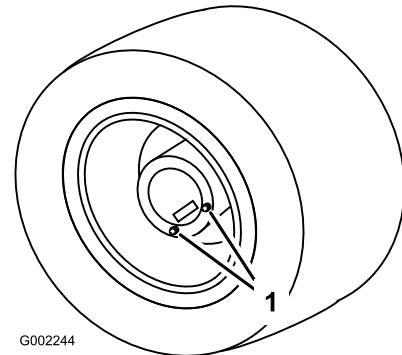

Bild 81
1. Stellen Sie das Sprühfahrzeug auf eine ebene Fläche; die Hinterräder sollten so positioniert sein, wie in Bild 81 abgebildet.
3. Stellen Sie eine Wanne unter die Ablassschrauben und nehmen sie von der Nabe ab (Bild 81).